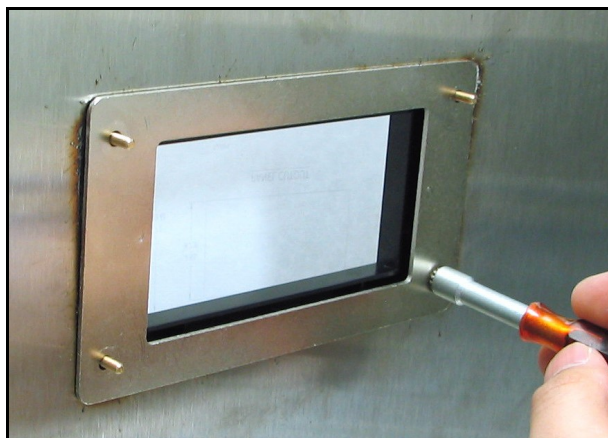

Figura 19: Fijación del conjunto al panel
4. Aplique las tuercas a los cuatro tornillos y fije el conjunto al panel (vea la Figura 19 y la Figura 20). Utilice una galga detrás de la junta, compruebe la compresión y apriete las tuercas hasta que la holgura sea de  $(0,81 \text{ mm} \pm 0,05 \text{ mm})$   $0,032'' \pm 0,002''$ .